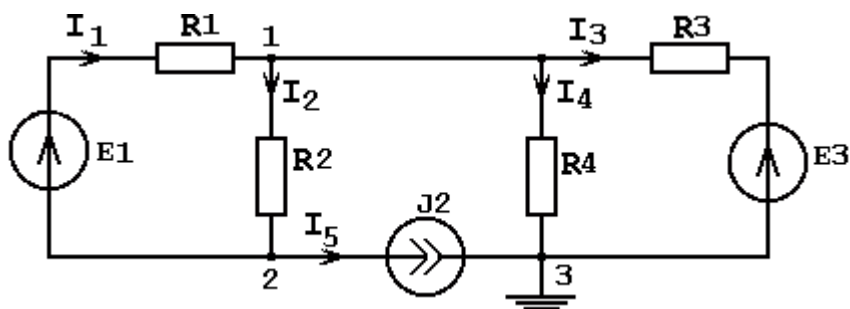

Рисунок 1.80
1. Укажем номера узлов на схеме и примем за опорный 3 узел, потенциал которого приравняем 0 (рисунок 1.80).
Здесь U_2 – напряжение на источнике тока J_2 (рисунок 1.80)